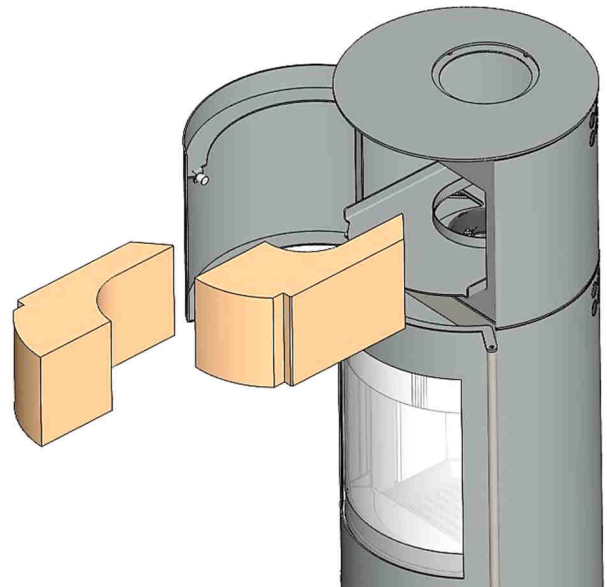
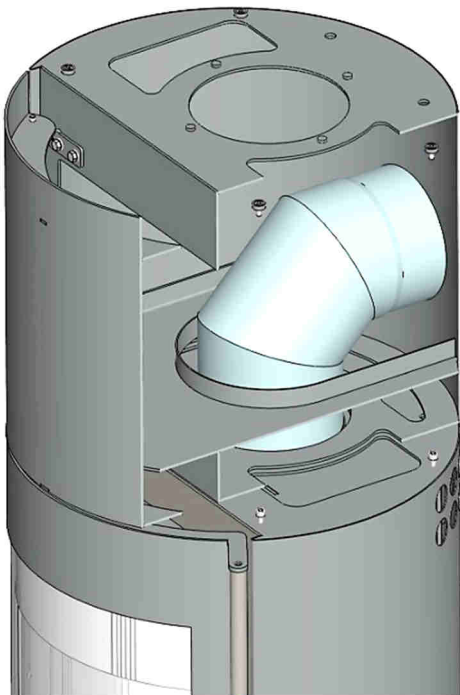

Abb. 10: Einsetzen des Wärmespeicher-Moduls
Abb. 14: Rauchrohrbogen einsetzen
1. Aufsatzklappe öffnen und beide Speichersteine in die vorgesehene Platzierungsvorlage einschieben (Abb. 10).
2. Aufsatzklappe (Abb. 10) öffnen und falls vorhanden, Speichersteine entnehmen. Beschriebenen 90°-Rauchrohrbogen wie in Abb. 14 dargestellt, auf den Stutzen des Kaminofens stecken.